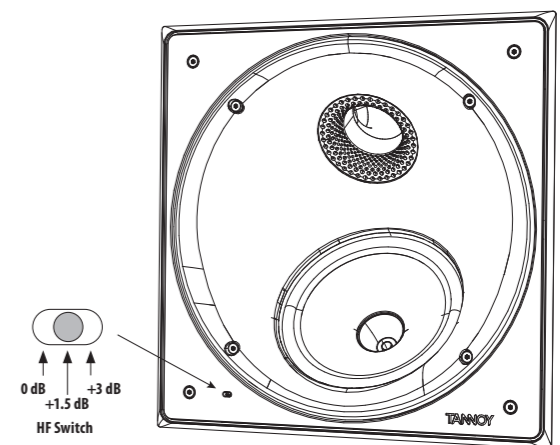

Fig. 10. HF Switch Positions
1. HF-omkopplaren har tre lägen, där 0 dB är platt. Justera efter behov för att passa rumsläget och de akustiska förhållandena (bild 10.).